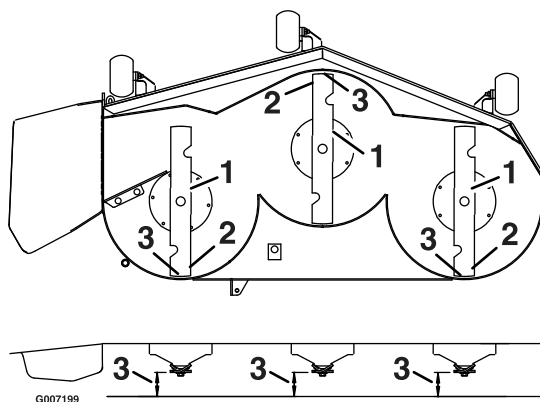

Figura 71
até à superfície plana (Figura 71). Se a parte da frente da lâmina não estiver 1,6-7,9 mm mais baixa do que a ponta da lâmina de trás, continue a realizar o procedimento de Nivelamento da plataforma do cortador.
3. Rode cuidadosamente as lâminas para que estejam da frente para trás (Figura 71).